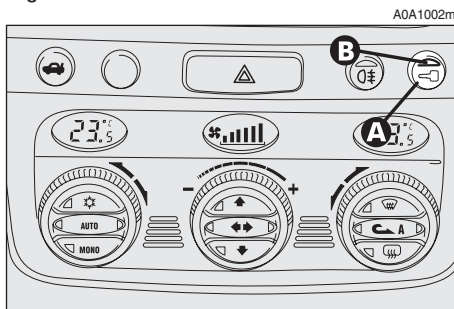

fig. 12
- Para cerrar la puerta, empújela; para impedir que se abra desde el exterior pulse la tecla (A-fig. 12) ubicada en el salpicadero, el led de disuasión (B) ubicado en la misma tecla se enciende con luz amarilla para confirmar su bloqueo.